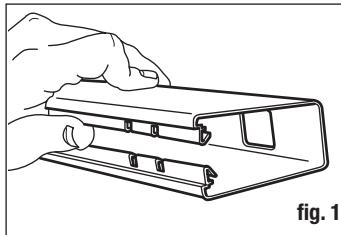

fig. 1
- Prenez l'une des traverses et ouvrez doucement la gorge à la main, ou utilisez un coin de bois (fig. 1). Ceci deviendra la traverse inférieure de l'ensemble.